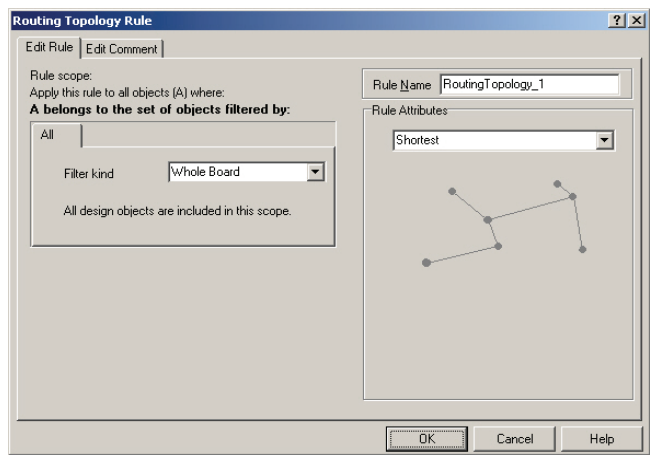

图 6-67 “Routing Topology Rule”对话框
5) Routing Topology: 该选项用来设置布线的拓扑结构。双击该选项后，系统将会弹出如图 6-67 所示的“Routing Topology Rule（布线拓扑结构）”对话框。通常系统在自动布线时，以整个布线的线长最短为目标。用户也可以选择 Horizontal、Vertical、Daisy-Simple、Diasy-MidDriven、Diasy-Balanced 和 Starburst 等拓扑选项，选中各选项时，相应的拓扑结构会显示在对话框中。在本实例使用默认值 Shortest。